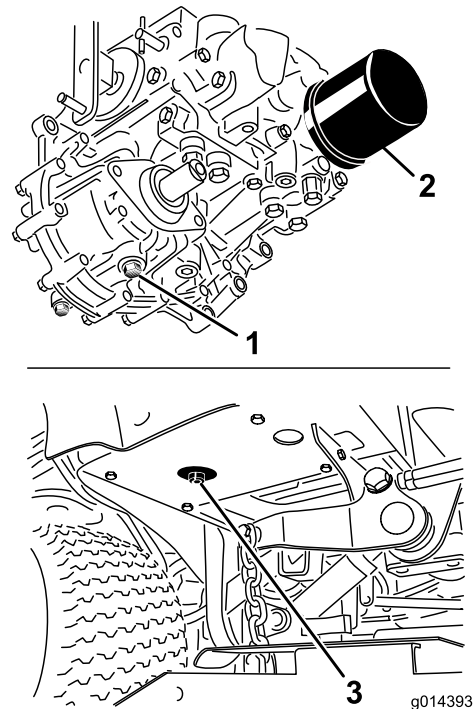

Figura 90
3. Coloque un recipiente grande debajo del depósito de fluido hidráulico y el alojamiento de la transmisión y retire los tapones; deje que se vacíe todo el fluido hidráulico (Figura 90).
4. Limpie la zona alrededor del filtro de fluido hidráulico y retire el filtro (Figura 90).